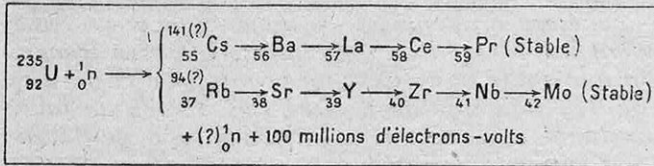

FIG. 1. — SCHÉMA DE LA RUPTURE DU NOYAU D'URANIUM BOMBARDÉ PAR UN NEUTRON
La masse atomique exacte de cet isotope n'est d'ailleurs pas exactement égale à 235. Les neutrons et les protons qui forment les édifices nucléaires ont des masses légèrement supérieures à l'unité (2), et, de plus, les forces nucléaires absorbent une certaine partie de la masse totale dans ce qu'on est convenu d'appeler la « cohésion » ou « perte de masse » dans le noyau atomique. Il s'ensuit donc que la réaction schématisée dans le diagramme de la figure 1 ne doit pas être prise à la lettre. On ignore les masses exactes, à la troisième décimale près, de l'uranium 235, du césium 141 et du rubidium 94. On n'est même pas sûr que les chaînes radioactives soient celles qui figurent sur ce schéma. Ainsi, si le césium formé avait une masse de 140 unités et le rubidium une masse de 93 unités, ce ne serait plus un neutron, mais trois neutrons qui
(1) Des isotopes sont des éléments qui occupent le même rang dans la classification de Mendéléjeff, mais dont les masses atomiques sont différentes. Ils possèdent donc le même nombre d'électrons planétaires gravitant autour du noyau (nombre qui définit leur rang) et par suite leurs propriétés chimiques sont les mêmes. Mais leurs noyaux renferment un nombre de neutrons différent pour chacun d'eux, alors que le nombre des protons, égal à celui des électrons planétaires, ne varie pas. Par suite, la masse du noyau, somme des masses des protons et neutrons qui y sont rassemblés, varie de l'un à l'autre. On connaît un grand nombre d'isotopes pour la plupart des éléments, et l'isolement de ces isotopes présente de graves difficultés, ainsi qu'on en aura l'exemple plus loin.
(2) Rappelons que par définition la masse de l'atome d'oxygène est fixée à 16. Les masses de tous les autres atomes s'en déduisent. La masse du proton (noyau de l'atome d'hydrogène) est ainsi : 1,0081. Celle du neutron n'en diffère pas sensiblement : 1,0010.
Du fait de la disparition d'une fraction des masses en présence, on calcule, et l'observation le confirme, qu'il y a dégagement d'une quantité considérable d'énergie. On remarque sur le schéma de réaction de la figure 1, que nous admettons intégralement pour la commodité de l'exposé que les 235 particules qui forment le noyau de l'uranium, recevant la particule neutronique, forment un édifice instable comprenant 236 particules, dont 92 protons. Les deux noyaux de césium et de rubidium rejetés entraînent respectivement 141 particules, dont 55 protons, et 94 particules, dont 37 protons. La somme totale des particules étant 235, il reste donc 1 particule neutre à la suite de cette scission. Le neutron incident se retrouve donc à la fin du phénomène, et si les noyaux environnants sont encore des noyaux d'uranium 235, le phénomène va recommencer, et ainsi de suite jusqu'à épuisement complet de tous les noyaux 235 de l'échantillon où a débuté la réaction lorsque le premier neutron efficace l'a frappé. Il faut évidemment plus d'un neutron pour donner lieu à ce déploiement d'énergie. Tous les projectiles n'atteignent pas le but, qui n'est autre que la cible offerte par chaque noyau d'uranium 235. Mais point n'est besoin de disposer d'une source considérable de neutrons, à condition que la substance irradiée contienne une forte majorité d'uranium 235. S'il en était autrement, chaque noyau « parasite » (uranium 238, oxygène, etc.) serait susceptible d'« avaler » les neutrons primaires (provenant de la source de neutrons) ou secondaires (provenant de la scission d'un noyau 235 frappé par un neutron primaire) sans donner lieu au dégagement d'énergie particulier à la scission du noyau 235. Ces neutrons seraient par conséquent perdus. Si par ailleurs, les familles radioactives formées à la suite de la scission étaient telles qu'il y ait plus d'un neutron libéré après chaque scission individuelle, et la chose est presque certaine, on voit aisément que les réactions successives seraient de plus en plus fréquentes, vu qu'à chaque neutron incident ou secondaire correspondraient deux ou plusieurs neutrons secondaires, tertiaires, etc. Le nombre de neutrons croîtrait ainsi en progression géométrique. En supposant que la « raison » de cette progression soit seulement 2, au bout de 10 rencontres le neutron incident ayant provoqué la première rupture aurait donné naissance à un millier de neutrons secondaires. On admet que les neutrons secondaires, profitant de meilleures conditions